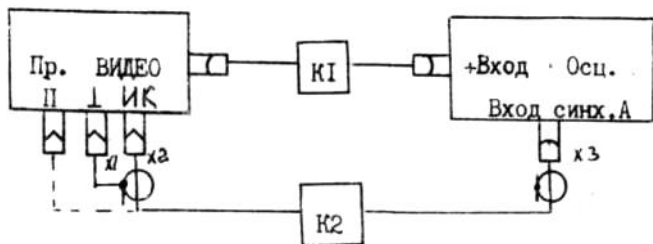

Рис. 6. Схема измерения размаха видеосигнала и длительности синхроимпульсов.
8.7.3.5. Соберите схему измерения рис.6.
8.7.3.6. Для измерения длительности строчных синхроимпульсов используйте ту же схему измерения, что и для измерения размаха видеосигнала (см.рис.6).